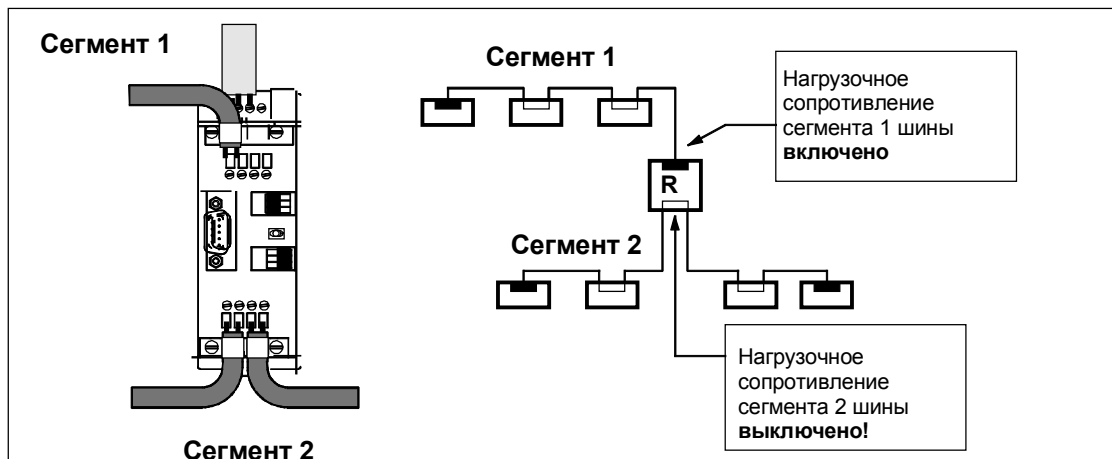

Рисунок 5-4 Подключение двух сегментов шины к повторителю RS-485
- Сегмент 1 с подключенной оконечной нагрузкой в повторителе RS-485 и сегмент 2, включенный через повторитель RS-485 транзитом (см. Рисунок 5-4)